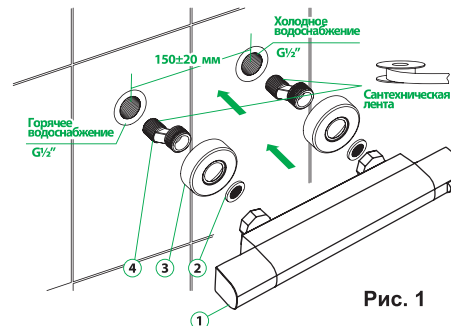

Рис. 1
- Отключите систему холодного и горячего водоснабжения. Ввинтите эксцентрические переходники (4) (см. рис. 1) в выходы трубопроводов системы водоснабжения, предварительно уплотнив резьбовую часть изоляционным материалом. Подберите положение эксцентрических переходников, при котором они совпадут и будут соответствовать присоединительному положению смесителя. При этом положение смесителя должно быть горизонтальным.
- Установите на эксцентрические переходники (4) декоративные чашки (отражатели) (3), установите прокладки с фильтром и с помощью инструмента с мягкими накладками (для избежания повреждения гальванопокртия) присоедините корпус смесителя так, чтобы отметка горячей воды на смесителе совпала с эксцентриком подачи горячей воды из водоснабжения. Если при установке излив оказался аэратором в верх, переверните его аэратором вниз. Фильтр на прокладке имеет выпуклую форму для увеличения фильтрующей поверхности. При установке прокладка должна быть установлена выпуклой стороной к эксцентрику.